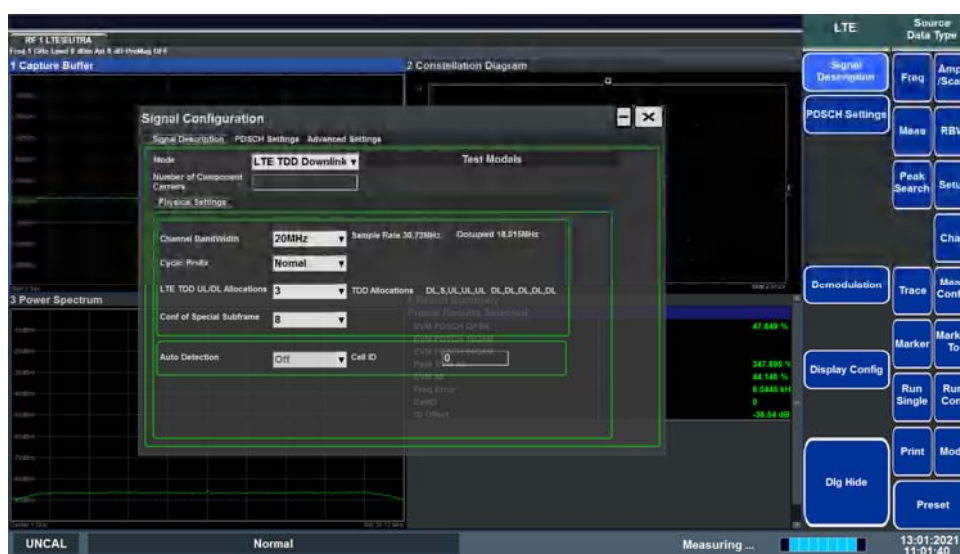

图 4.2 LTE 参数设置图
- 在【Signal Description】属性页中，设置“Mode”选择相应的链路、设置“Test Models”选择相应的测试模式、设置“Channel BandWidth”选择相应的带宽，设置界面如图 4.2 所示。